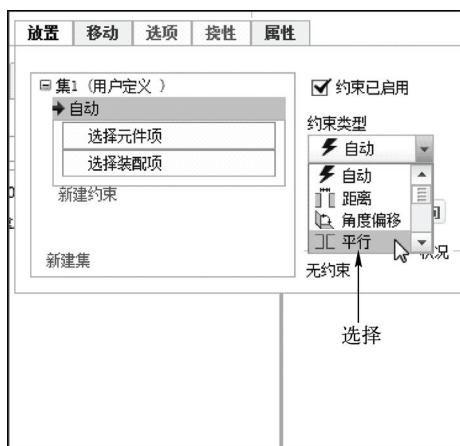

图 11-12 选择“平行”选项
STEP 02 用与上述同样的方法，打开一个零件，同时打开“元件放置”选项卡，单击“放置”按钮，弹出“放置”下滑面板，单击“约束类型”下拉列表框的按钮，在弹出的列表中选择“平行”选项，如图 11-12 所示。